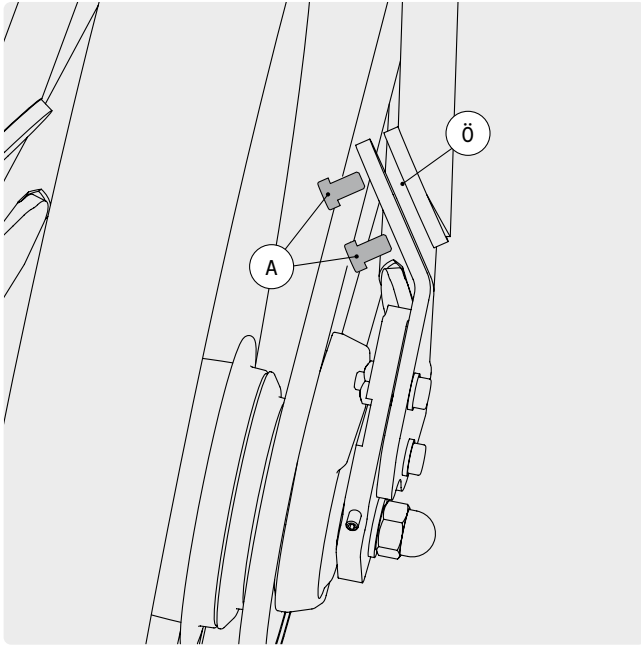

ABB. 46
Gehen Sie beim Spannen des Riemens vor wie beim Spannen der Kette. Schauen Sie sich zum besseren Verständnis die Abbildungen dort (Abb. 46) zu den folgenden Schritten an.
- 1 Lösen Sie beide Schrauben A des Rahmenschlosses (Abb. 46).